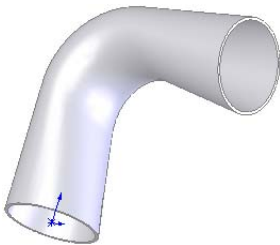

图 3-62 薄壁弯状物
3. 薄壁特征的放样方式。以绘制如图 3-62 所示的薄壁弯状物为例, 说明带薄壁放样特征的操作步骤。操作步骤与“带引导线的放样方式”基本相同, 只是最后一步中的“放样”属性管理器的设置不同, 在属性管理器中选择了“薄壁”复选栏。“放样-薄壁”属性管理器